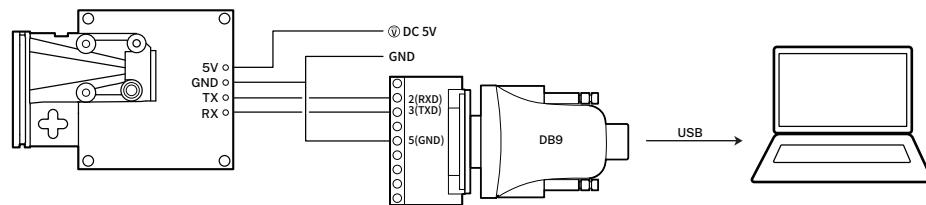

图 5. L4 接 DB9 图
1. 按照图 5 所示, 外接 DC5V 给 L4 模块供电, 注意 DB9 转接线要与模块共地;